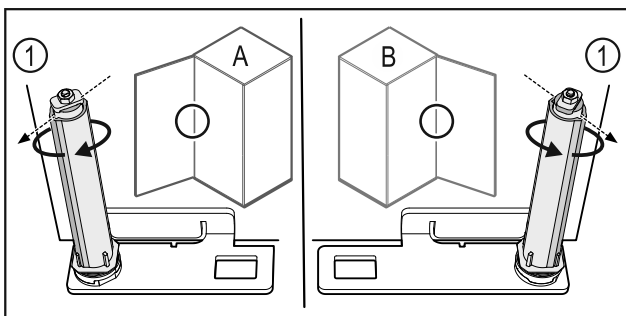

Fig. 61 Butée à gauche (A) / butée à droite (B)
- Tourner le système de fermeture contre la résistance jusqu'à ce que son arête Fig. 61 (1) pointe vers l'extérieur.